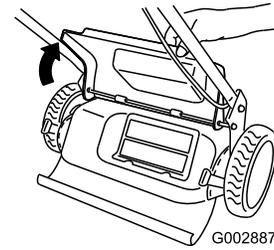

Figura 29
4. Levante y sujete la puerta trasera (Figura 29).